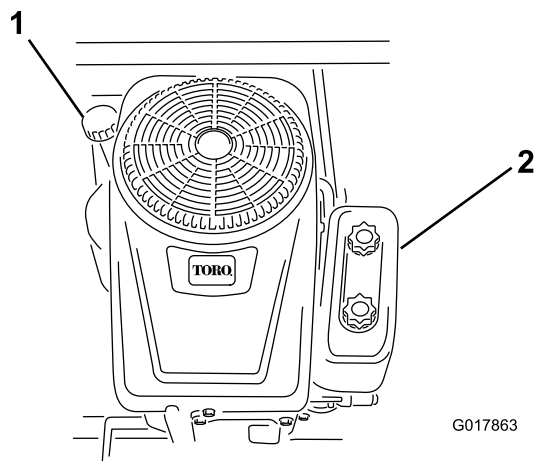

Figure 30
4. Nettoyez la surface autour de la jauge d'huile (Figure 30) pour éviter que des impuretés ne s'introduisent dans le goulot de remplissage, ce qui risquerait d'endommager le moteur.
- Versez lentement environ 80 % de la quantité d'huile spécifiée dans l'orifice de remplissage (Figure 30). Contrôlez le niveau d'huile ; voir la procédure de Contrôle du niveau d'huile.